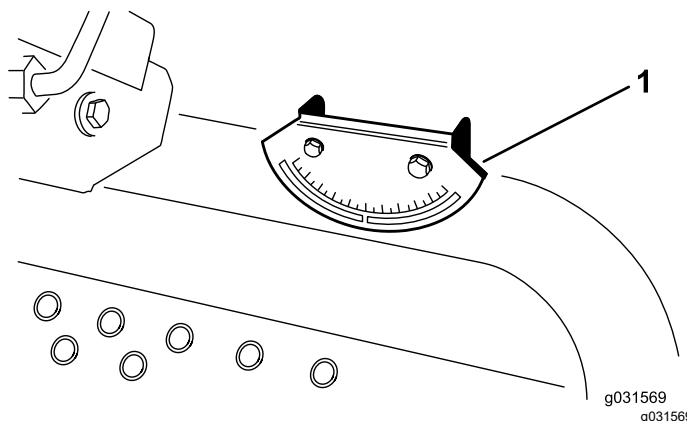

Bild 5
2. Prüfen Sie, ob die Maschine nivelliert ist, indem Sie einen manuellen Neigungsmesser (gehört zum Lieferumfang der Maschine) gegen eine Querschiene des Rahmens am Kraftstofftank halten (Bild 5).